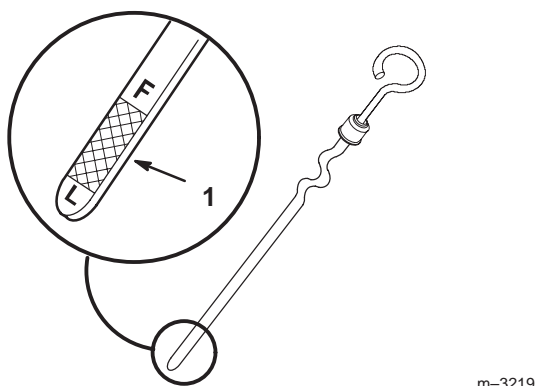

Figure 6
4. Sortez la jauge d'huile et essuyez soigneusement l'extrémité métallique (Fig. 6).
6. Sortez de nouveau la jauge et examinez l'extrémité métallique (Fig. 6). Si le niveau est bas (près du repère L), ajoutez de l'huile, comme expliqué à la rubrique Huile moteur, page 24.